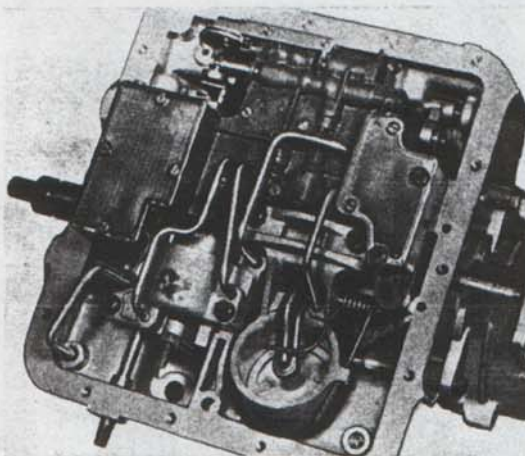

Bild 78. Montering av oljerör, kontrollsystem.
25. Montera kontrollsystemet på växellådan. Anslut trottelskabeln och montera de fyra oljerören enligt bild 78.